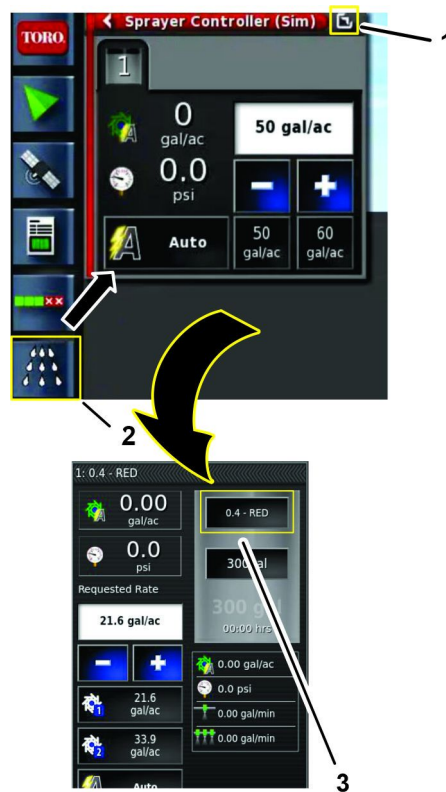

Figura 156
- Pulse el icono CONTROLADOR DEL FUMIGADOR y pulse el icono Ampliar vista del panel del controlador del fumigador (Figura 156).